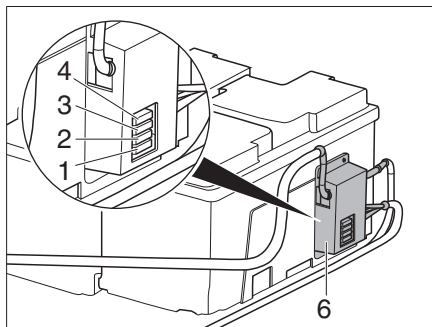
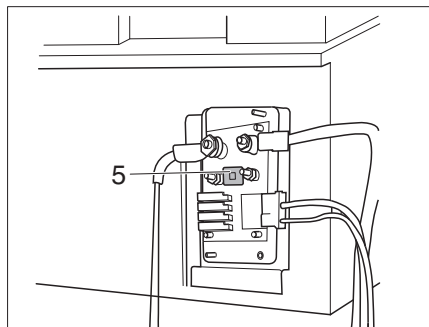

Bild 314 Säkringar bodelsbatteri (tillval)
Bild 315 Säkring laddningsbooster (skydd avtaget)
- För att nå säkringen F5 (Bild 315,5) för EBL-anslutningen, måste skyddet (Bild 314,6) tas av.